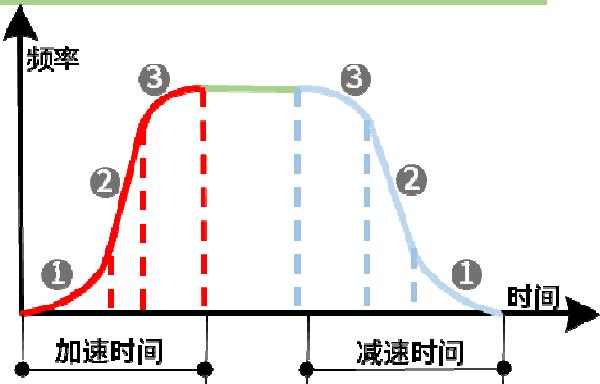

图 5-4 S 曲线加减速
S 曲线起始段时间如图 5-4 中 ① 所示，这里输出频率变化的斜率从 0 逐渐递增。
S 曲线上升段时间如图 5-4 中 ② 所示，这里输出频率变化的斜率恒定。
S 曲线结束段时间如图 5-4 中 ③ 所示，这里输出频率变化的斜率逐渐递减到 0。